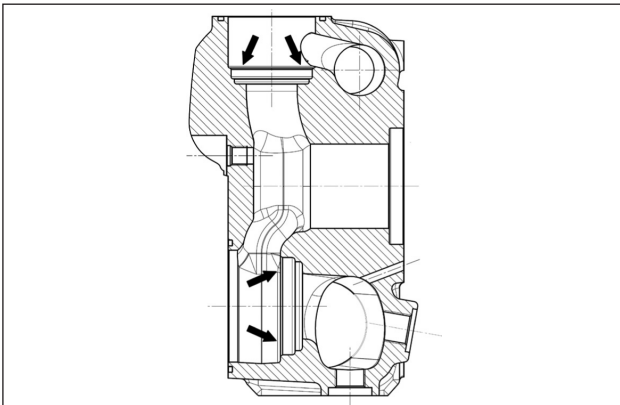

Abb. 143
Vor dem Wiedereinbau der Ventilgruppen reinigen und trocknen Sie gründlich ihre Sitze im Kopf, siehe Pfeile (Pos. ①, Abb. 143).